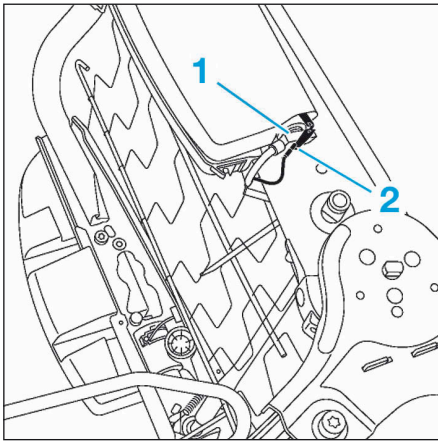

FIG.5
- Débrancher le connecteur (1) et la masse (2) (Fig.5).